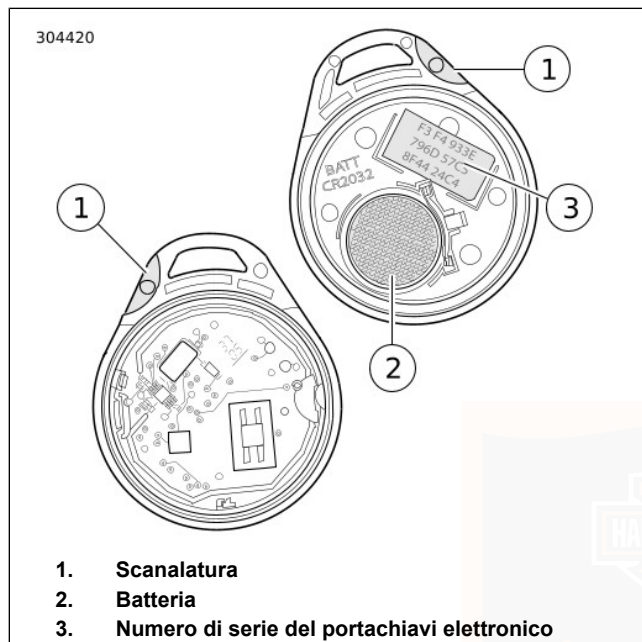

Figura 34. Batteria del portachiavi elettronico
1. Vedere Figura 34. Fare leva delicatamente con una lama sottile nella scanalatura a unghia (1) sul lato del portachiavi per separare le due metà.
2. Rimuovere la batteria (2) e smaltirla.